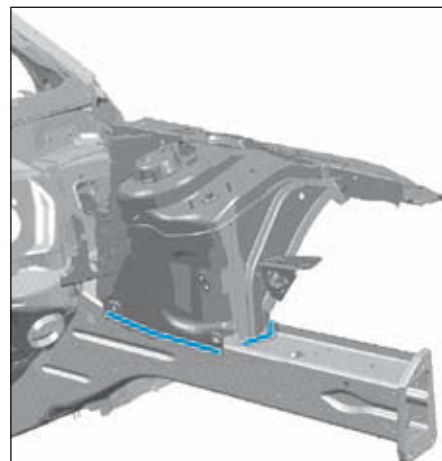
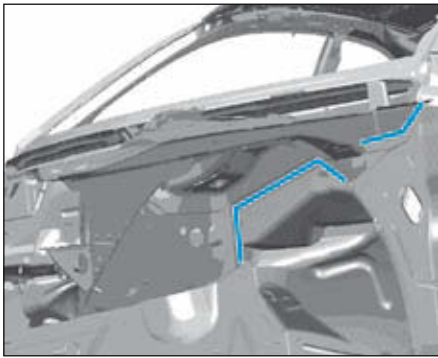

FIG.16
FIG.17
• Dépointer et couper la tourelle de jambe de force (Fig.16) et (Fig.17).